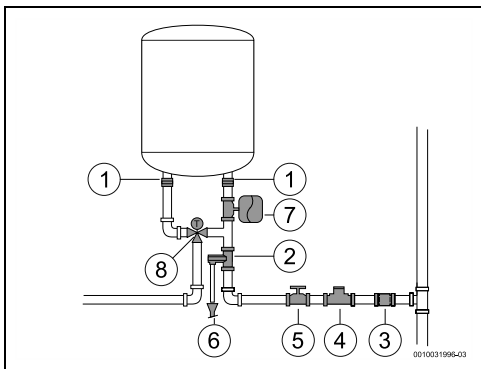

Fig. 15
- ▶ Recomend vel instalar uma v lvula termost tica (Fig. 15, [8]) no tubo de sa da do aparelho se forem utilizados tubos PEX. Dever  ser ajustado de acordo com o desempenho do material utilizado.
- ▶ Nunca instalar nenhum acessório (para além dos representados na Fig. 15) entre a válvula de segurança e a entrada de água fria (lado direito) do aparelho.
- ▶ instalar uma válvula redutora (Fig. 15, [4]). A válvula de segurança vai atuar sempre que a pressão da água no aparelho for superior a 8 bar (± 1 bar), pelo que é necessário prever uma forma de canalizar o escoamento dessa água.
- ▶ instalar um vaso de expansão (Fig. 15, [7]) para evitar que a abertura da válvula de segurança seja tão frequente. O volume do vaso de expansão deve ser o equivalente a 5% do volume do aparelho.